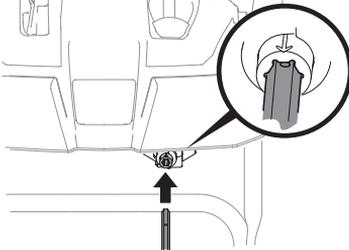

Figure 24
6. Insérez la tige de commande dans le raccord sous le tableau de commande. Vérifiez que le trou sur la tige de commande s'aligne avec la flèche sur le raccord hexagonal. Voir Figure 24.